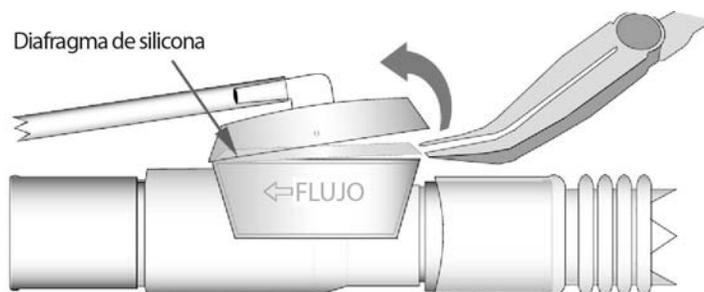

Figura D-1 Cómo quitar el diafragma de silicona: circuito del paciente pediátrico/adulto
1. Con una pinza hemostática o depresor lingual, abra cuidadosamente la válvula de exhalación como se muestra en la Figura D-1. Primero quite la cubierta superior y luego extraiga el diafragma de silicona. Coloque el diafragma de silicona en un área limpia en los circuitos desechables únicamente. No intente el siguiente procedimiento en un circuito reutilizable.